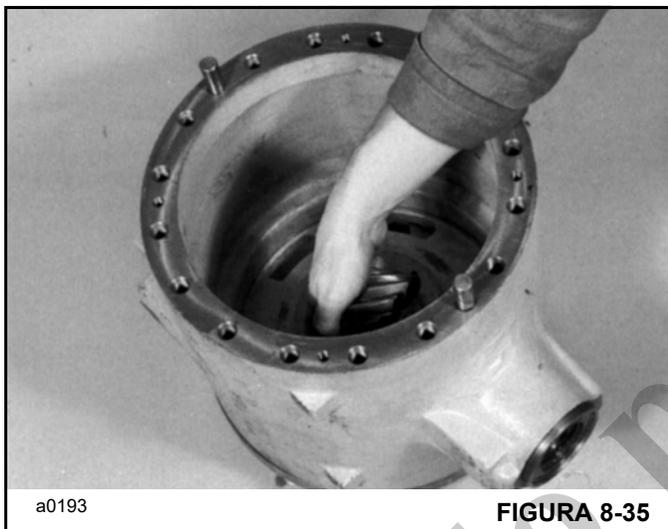

FIGURA 8-35
5. Inserte el piñón en su cavidad (Figura 8-35). Antes de insertar, asegúrese que el piñón se empareja con la corona. Los números de código estampados en la superficie del extremo del piñón y en el perímetro de la corona deben ser iguales.